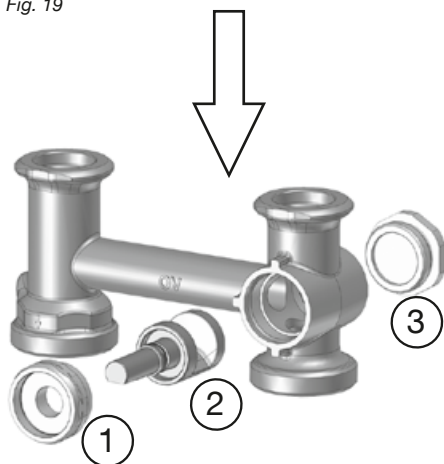

Fig. 20
5. Contrôler l'alignement du boisseau de la vanne. Le méplat du boisseau doit être orienté **vers le bas et aligné horizontalement** (fig. 20). Dans cette position, l'aller est fermé par le boisseau de la vanne.